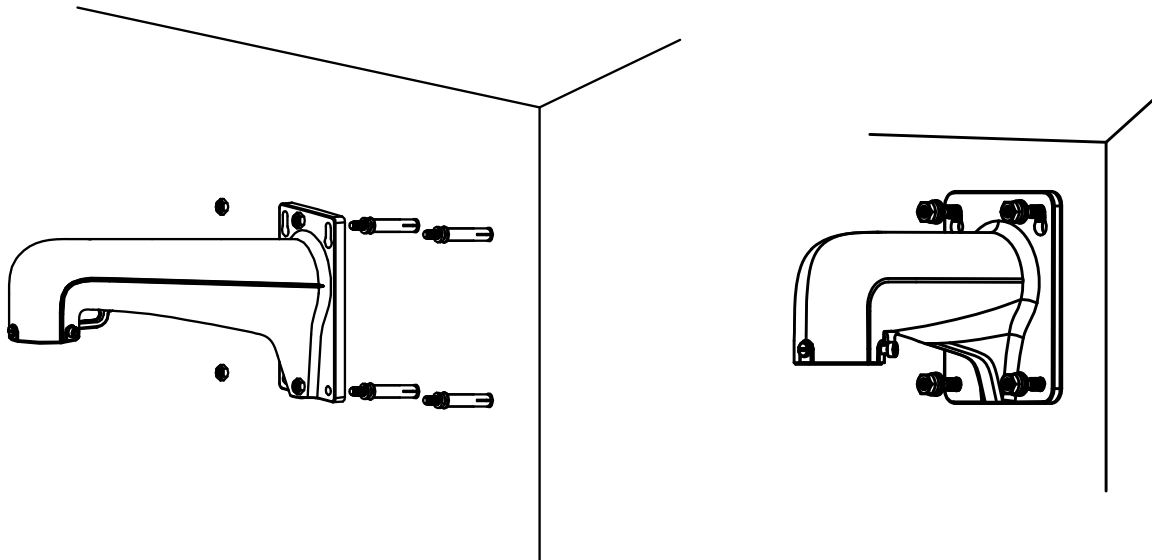

Рис. 2.5. Крепление кронштейна к стене
5. Прикрутите кронштейн 4 шестигранными гайками с шайбами (Рис. 2.5).